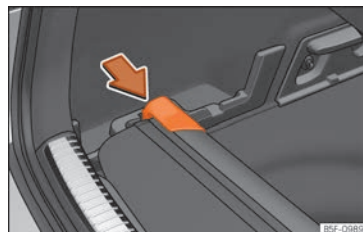

Abb. 178 Im Gepäckraum: Aufnahme zum Verstaue der aufrollbaren Abdeckung.
- Drücken Sie den Kopfteil der aufrollbaren Abdeckung in Pfeilrichtung, bis diese in der vorgesehenen Aufnahme einrastet »» **Abb. 178**.